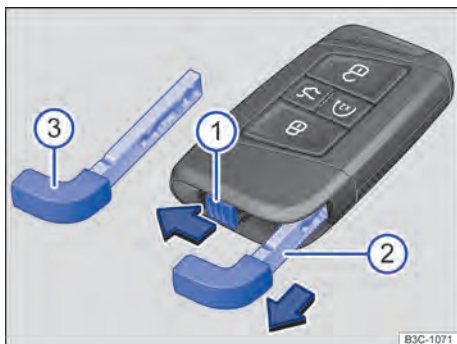

Fig. 64 Chave do veículo: destravamento da chave de emergência.
- ① deslizar a trava na direção da seta.
- ② Retirar a chave de emergência no sentido da seta.
- ③ Chave de emergência.
Na chave do veículo se encontra uma chave de emergência → Fig. 64 ③ para destravamento e travamento manual do veículo.